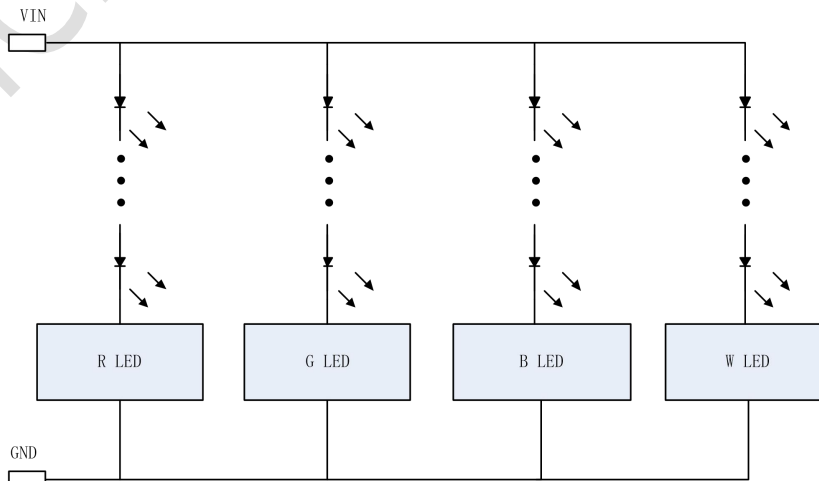

图 11.1 四路共阳连接电路示意图
5. 当 Hi7002H 系统工作在 RGBW 并联工作时，多路系统与 LEDs 模组连接推荐共阳布线，示意图见图 11.1，四路 RGBW LEDs 系统布局布线见图 11.2；